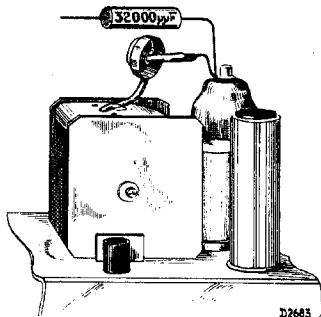

Fig. 2
4. Gemoduleerd signaal van 128 Kc., via een condensator van 32000 $\mu\mu\text{F}$ toevoeren het 4e rooster van L1 (zie fig. 2).